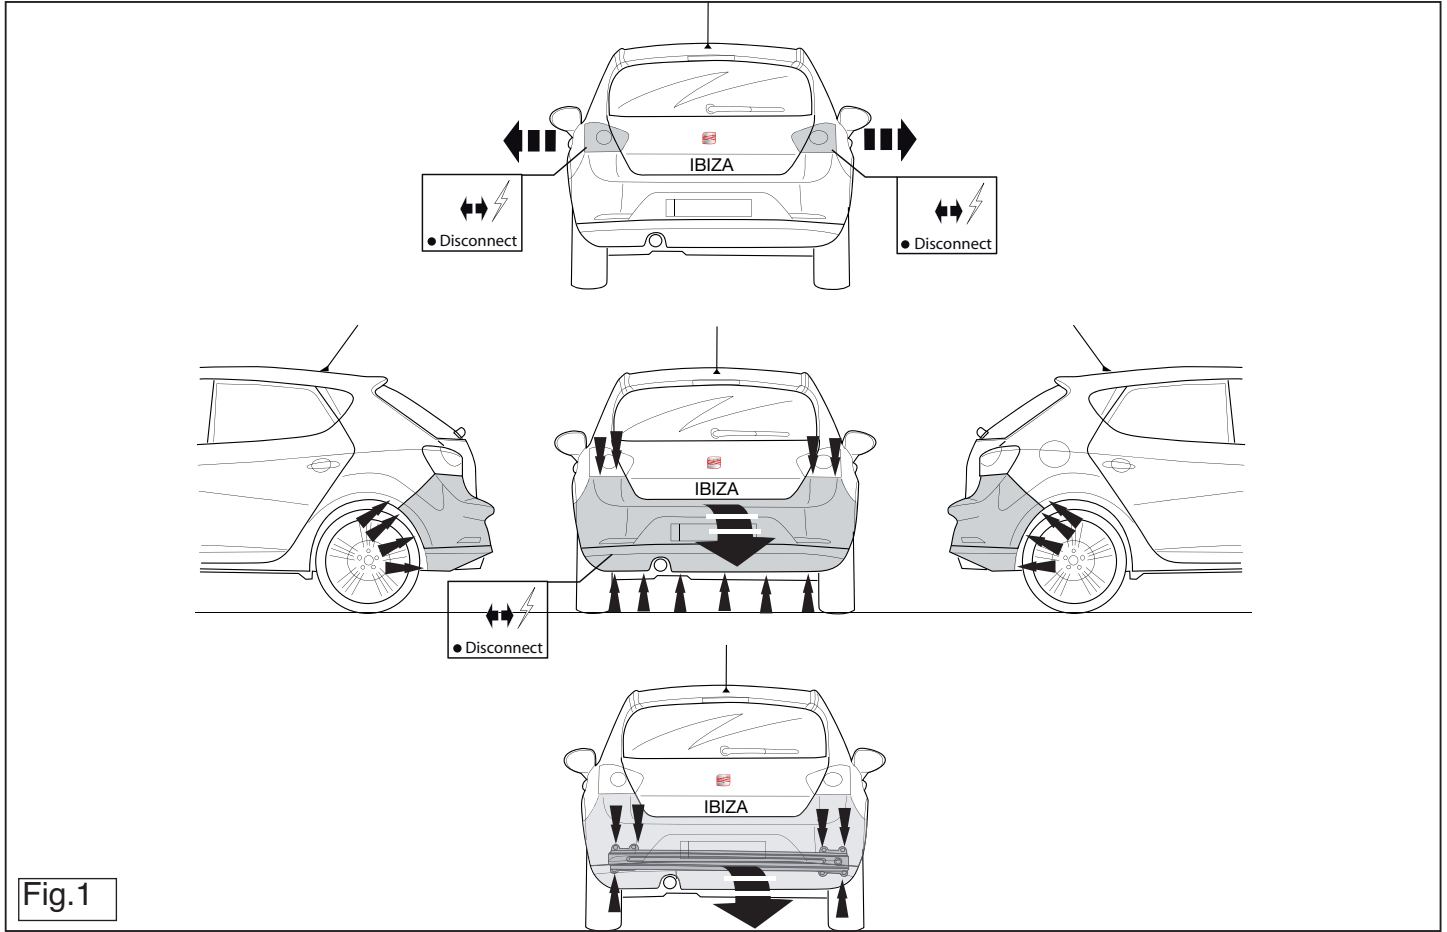

Fig.1
2. Снять бампер вместе со стальным буферным брусом автомобиля буферный брус больше не понадобится. Поставить гайки на место (См. рисунок 1).